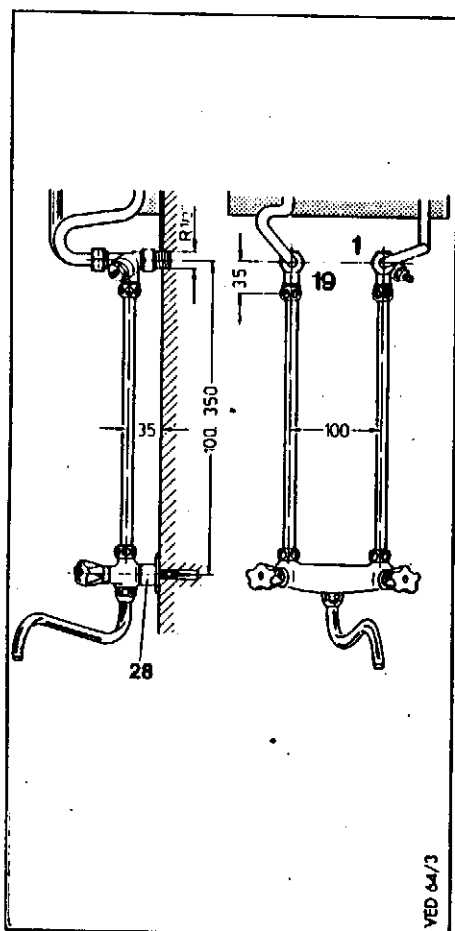
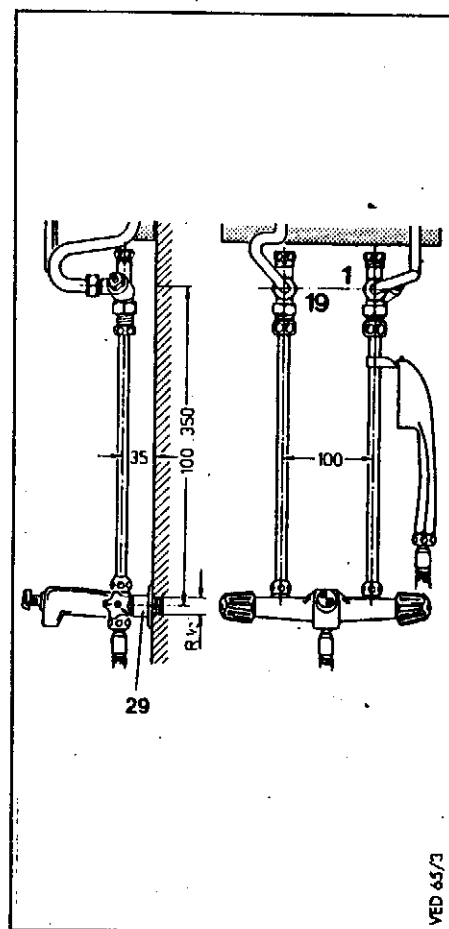

Рис. 5.5 Монтаж для прямого и одновременно отдаленного отбора воды со смесителем артикул № 448.
Рис. 5.6 Монтаж для прямого и одновременно отдаленного отбора воды со смесителем для ванной артикул № 449.
Смеситель с поворотным выходом, артикул № 448 (рис. 5.5)
смеситель для ванной с ручным душем, артикул № 449 (рис. 5.6).
через обе соединительные трубы ** привинчивают к присоединительным патрубкам (1 и 20). В случае прямого подсоединения холодной воды к VED.../3 смеситель при помощи крепежной детали (28)** - как показано на рис. 5.5 - крепят к стене. В случае подсоединения холодной воды через смеситель для ванной последний с помощью присоединительного патрубка R 1/2 (29)** - как показано на рис. 5.6 - соединяют с водопроводной сетью холодной воды.